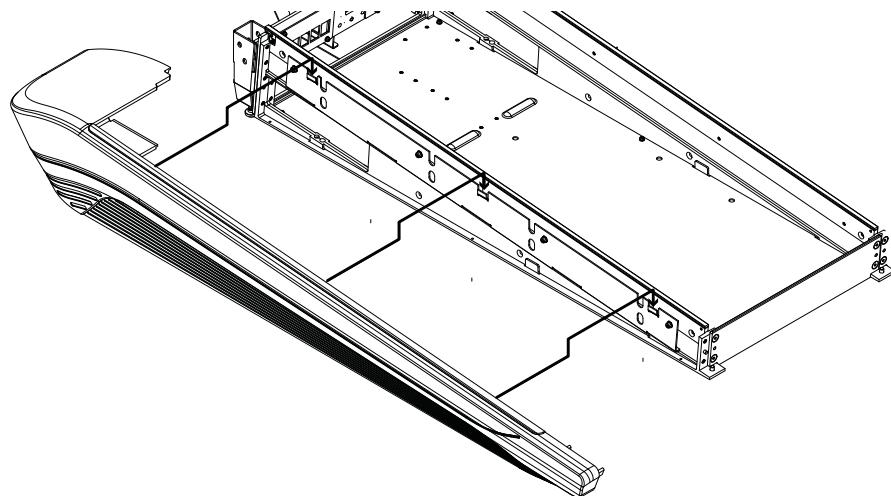

图 28 装配左侧盖
- 2 确保电源线和以太网线不会造成阻碍, 然后将面板插入侧支架, 使其调整片卡入安装板上的插槽 (见图 28)。